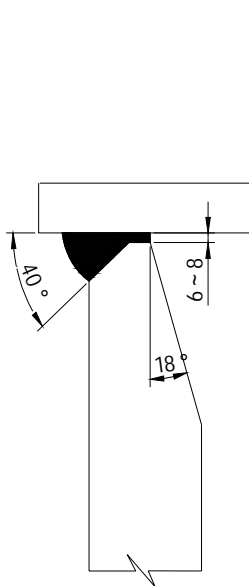

图 4a
3.2.4 挂舵臂安装在分段上与平台板角焊缝常用坡口型式如图 4a、4b。